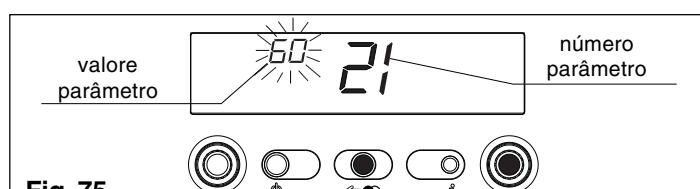

Fig. 75
- carregue na tecla ENTER para chegar a modificar o valor do parâmetro. Quando carregar na tecla ENTER, pisca o valor estabelecido anteriormente (fig. 75)
- carregue na tecla ENTER para chegar a modificar o valor do parâmetro. Pressionando a tecla ENTER os dígitos piscam, evidenciando o valor estabelecido anteriormente (fig. 43 C.A.I. - MIX C.S.I.; fig. 75 R.A.I. - MIX R.S.I.)